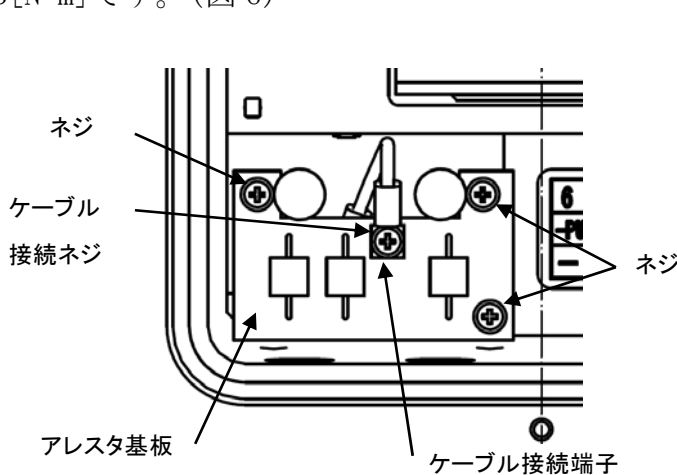

図6 アレスタ基板取付け状態
手順1 まず、アレスタ基板を取り外します。アレスタ基板はセンサケーブル接続部の上に基板を重ねて設置されていますので、センサケーブルの接続は、一旦アレスタ基板を取り外してから行います。アレスタ基板のネジ（3カ所）とケーブル接続ネジを外して、アレスタ基板を取り外してください。（図6）
注意④ アレスタを十分機能させるため、アレスタ基板の各ネジ（3カ所）とケーブル接続ネジ（1カ所）を全て取り付けてください。（図6）
注意⑤ アレスタ基板のケーブル接続ネジを強く締め過ぎないでください。ケーブル接続端子が基板から外れる場合があります。ケーブル接続端子のネジの締付けトルクの目安は0.3[N・m]です。（図6）